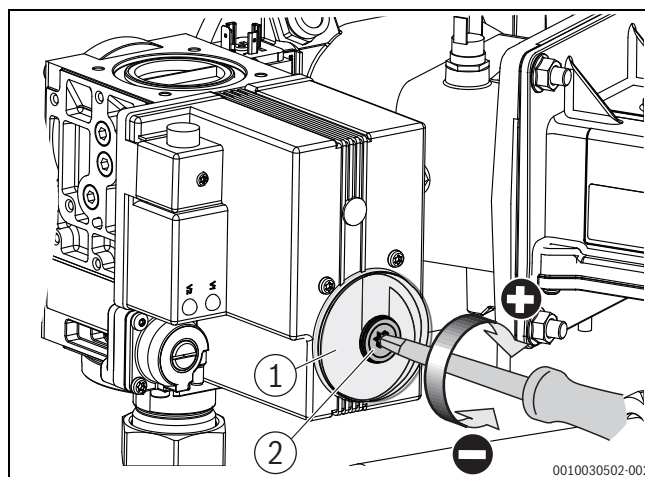

Bild 10 O₂-Gehalt bei Volllast einstellen (Kesselgröße 150 kW [bis V03] – 300 kW)
- ▶ Schutzkappe an der Gasarmatur abnehmen (→ Bild 10).
- ▶ O₂-Werte an der Volllast-Einstellschraube auf $5,7 \pm 0,4\%$ einstellen (→ Bild 10).